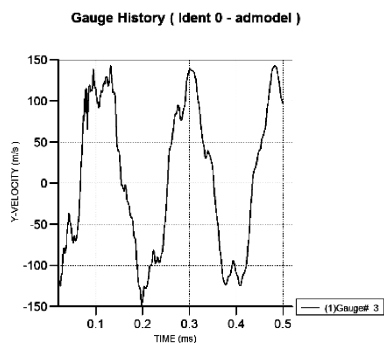

图 6-54 节点 3 显示设置效果
(7) 按照同样的方法，在【History Plots】对话框中单击【Single Variable Plots】，在对话框的左边选择 Gauge# 3，单击 ☒ 确定，得到陶瓷上的节点 3 在 Y 方向上的速度随时间的变化曲线，如图 6-54 所示。